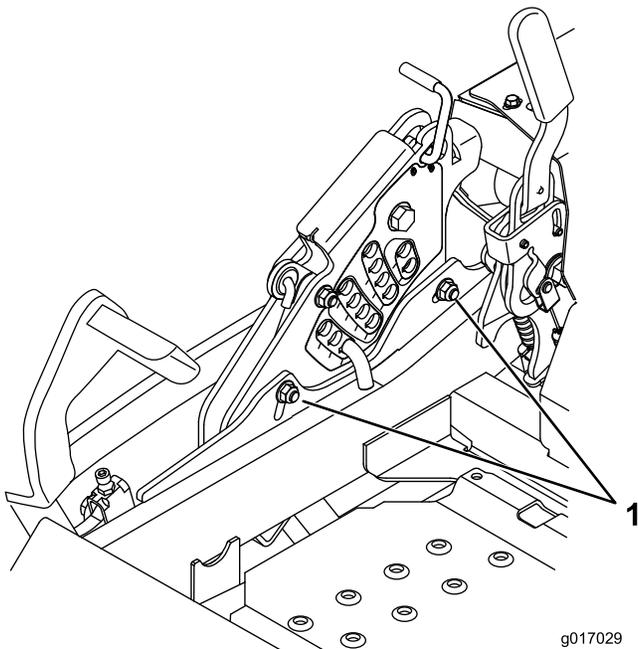

Figura 94
- 12. Para ajustar el sistema de ajuste de un solo punto, afloje los dos pernos situados cerca del borde inferior de la pletina de altura de corte. Consulte Figura 94.
14. Apriete los dos pernos situados cerca del borde inferior de la pletina de altura de corte (Figura 94). Apriete a 37–45 Nm.